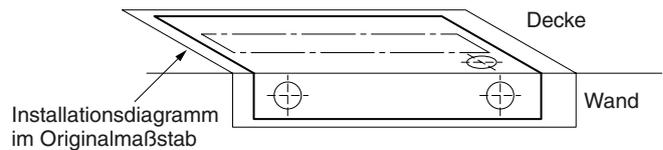

Abb. 3-120
(1) Das Originalmaßstab-Diagramm (mitgeliefert) an der Stelle der Decke anlegen, an der die Inneneinheit montiert werden soll. Mit einem Bleistift die Bohrlöcher markieren. (Abb. 3-120).